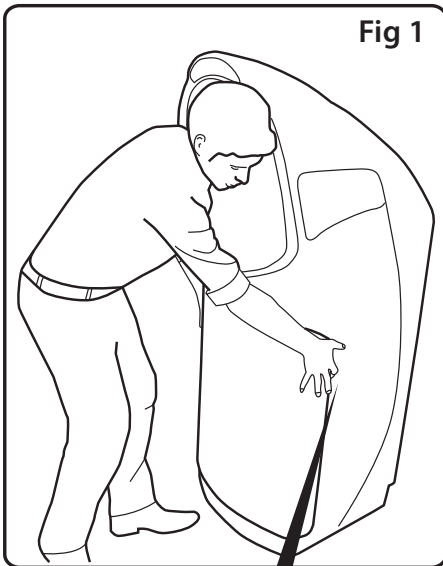

Fig 1
1. Alce ambos pestillos en cualquier lado de la puerta a la vez. Fig 1.